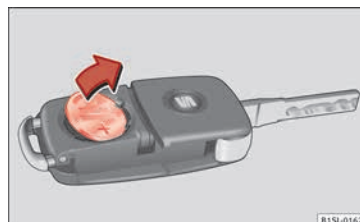

Fig. 129 Llave del vehículo: retirar la pila.
- Extraiga la pila del compartimento con un objeto fino adecuado » » » fig. 129.
- Coloque la nueva pila en el compartimento, presionándola tal como se muestra » » » fig. 129, en sentido contrario a la flecha » » » ❶.